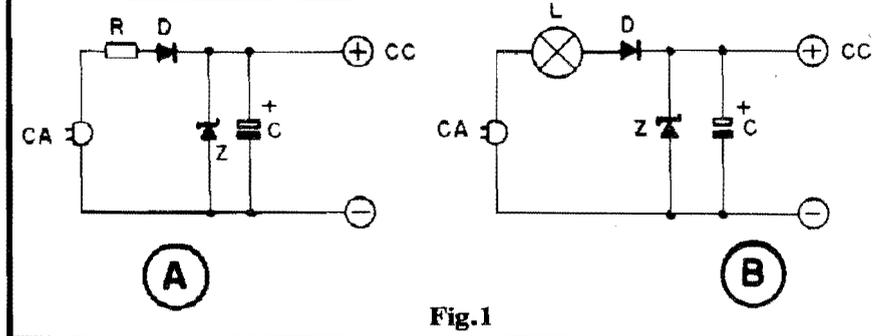

Fig.1
- A fig. 1-A mostra a estrutura convencional de uma Fonte sem transformador, baseada em Resistor/redutor: a "coisa" é muito simples (e o Hobbysta atento já deve ter "presenciado" arranjos do gênero em várias montagens elementares publicadas aqui mesmo, em APE, e em outras Revistas do ramo...): o Resistor R "segura" grande parte da Corrente, limitando-a a níveis aceitáveis para os demais componentes; o Diodo D retifica, o Zener Z estabiliza e o Capacitor C filtra e "armaze-
- Até ai, tudo bem... Se quisermos implementar o arranjo com uma lâmpada (conforme fig. 1-B) temos que saber: o valor ôhmico da dita lâmpada e a sua dissipação... Esse último requisito é de simples resolução, já que a "wattagem" das lâmpadas incandescentes comuns é **justamente** o parâmetro que vem nitidamente inscrito nas ditas cujas! Mas como saber a sua Resistência...? É fácil, também... Basta utilizar uma outra formuleta derivada da velha Lei de Ohm e dos cálculos básicos de Potência elétrica:
A título de "lembraça", notem que se "enfileirarmos", em série, duas lampadinhas (dessas de botar no "Santo Antonio"... ) de 5W - 110V, teremos um "Resistor" de 4.840R x 5W, que - a propósito - servirá para o "lugar de R", nos exemplos dados e diagramados na fig. 1 (para uma Fonte com Saída de 12V x 0,02A)! Um resultado também bastante próximo e conveniente poderá ser obtido - em outra opção - com **uma** lâmpada de 10W - 220V (façam os cálculos e comprovem... )!